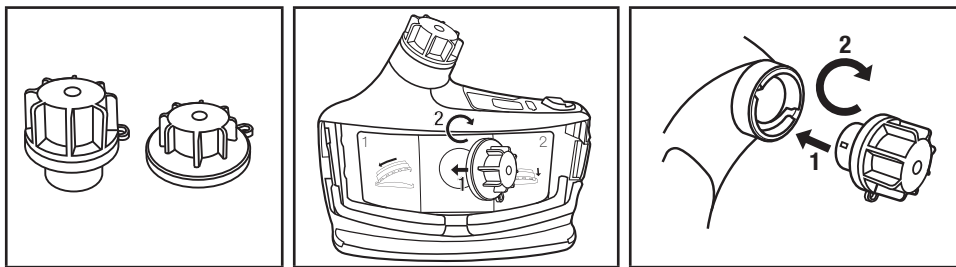

Fig. 15 – Pose des couvercles de nettoyage et d'entreposage du souffleur à moteur
- Si un nettoyage additionnel est requis, retirer le filtre ou la cartouche et le tuyau de respiration. Pour que le moins de matière possible tombe dans le souffleur à moteur, enlever le tuyau de respiration (Fig. 11) et le filtre ou la cartouche (Fig. 6) lorsqu'ils sont tournés vers le bas. Retirer la pile. Poser les obturateurs de nettoyage et d'entreposage dans les orifices d'entrée et de sortie (trousse de nettoyage et d'entreposage TR-653 3MMC) sur le respirateur TR-800 (Fig. 15). Le respirateur TR-800 peut alors être rincé sous l'eau courante, immergé ou mis dans une machine à laver pour respirateurs pour un nettoyage plus en profondeur. La température de l'eau ne doit pas dépasser 50°C (122°F). S'assurer, avant chaque utilisation, que les joints d'étanchéité des obturateurs ne sont pas usés ou endommagés. Remplacer les joints d'étanchéité usés ou endommagés. Le fait de laver le respirateur TR-800 lorsque les joints d'étanchéité des obturateurs sont endommagés peut le détériorer et annuler la garantie. Ne pas immerger ni mettre dans une machine à laver les souffleurs qui sont tombés par terre ou qui ont été endommagés. Remplacer les joints d'étanchéité toutes les 30 utilisations ou annuellement, selon la première éventualité, afin de réduire l'utilisation de joints d'étanchéités usés.